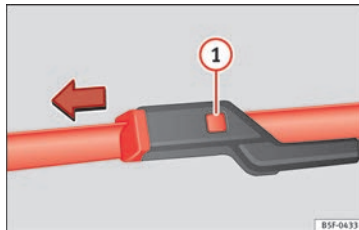

Fig. 62 Cambio de las escobillas del parabrisas.
- Mantenga presionada la tecla de desbloqueo » fig. 62 ❶ tirando ligeramente de la escobilla en el sentido que indica la flecha.